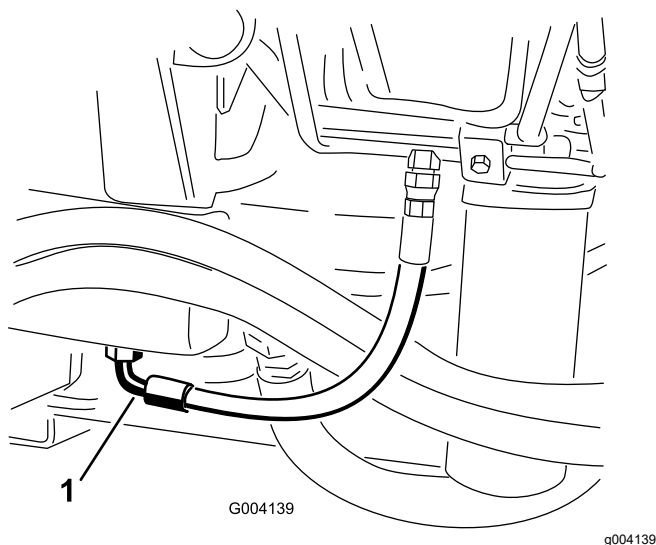

Рисунок 60
2. Установите большой сливной поддон под штуцер, расположенный в нижней части бака с гидравлической жидкостью (Рисунок 60).